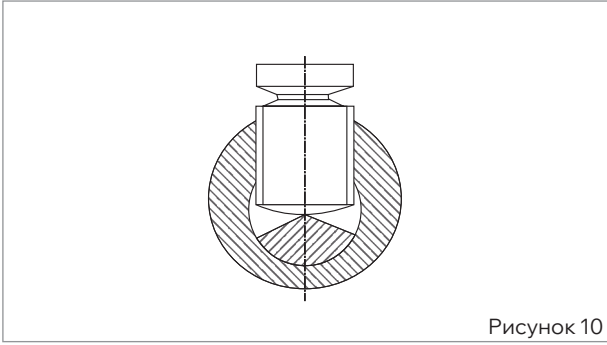

Рисунок 10
■ При использовании гильз со срывными болтами ввести конец жилы в полость гильзы таким образом, чтобы вершина сектора сечения жилы совпадала с осями сжимных болтов (рис. 10), затем плавно, без рывков, затянуть болты до срыва головок, начиная с крайних